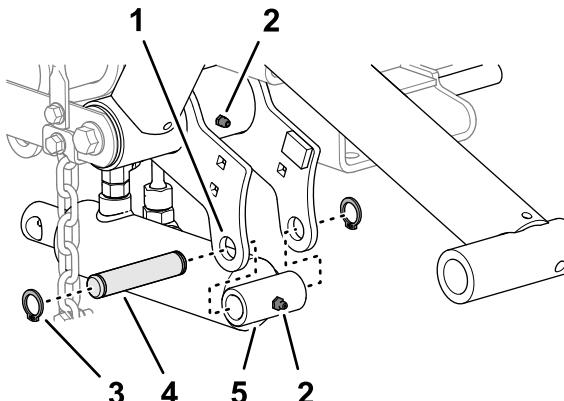

Figure 10
- Alignez le côté chapeau du vérin de levage sur les trous dans les brides du bras de levage gauche (Figure 10).
- Fixez le vérin sur les brides à l'aide de la goupille de montage et de 2 circlips (Figure 10).
- Appliquez de la graisse au lithium n° 2 sur le bras de levage et le vérin hydraulique (Figure 10).